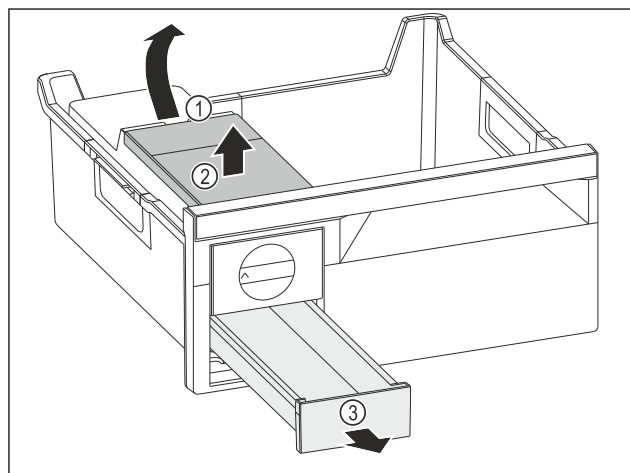

Fig. 109
- Estrarre il serbatoio dell'acqua: Sollevare il serbatoio dell'acqua nel vano Fig. 109 (1).
- Estrarre il serbatoio dell'acqua Fig. 109 (2) verso l'alto.
- Estrarre il cassetto del ghiaccio Fig. 109 (3) in avanti.